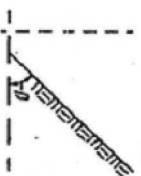

Figura 2 – Unghiul β al unui perete de tranșee nesprjinită
– β este unghiul peretelui tranșeei nesprjinite măsurat în raport cu orizontala (a se vedea figura 2)